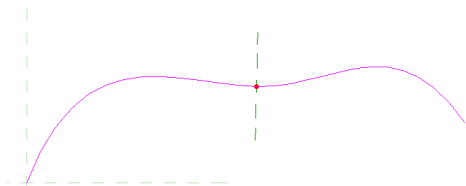

图 3-49 绘制路径
(3) 单击“放样”面板中“绘制路径”按钮, 打开“修改|放样>绘制路径”选项卡, 单击“绘制”面板中的“样条曲线”按钮, 绘制如图 3-49 所示的放样路径。单击“模式”面板中的“完成编辑模式”按钮, 完成路径绘制。如果选择现有的路径, 则单击“拾取路径”按钮, 拾取现有绘制线作为路径。